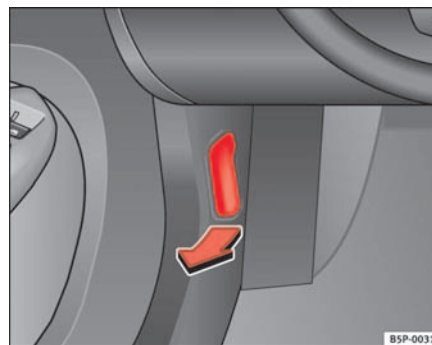

Abb. 134 Ausschnitt aus dem Fußraum auf der Fahrerseite: Entriegelungshebel für die Motorraumklappe
- Ziehen Sie den Hebel unter der Instrumententafel ⇒ Seite 204, Abb. 134 in Pfeilrichtung. Die Motorraumklappe wird durch Federwirkung entriegelt ⇒ .